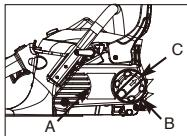

Fig. 3B
3. Losn knappen (C) lidt, ved at dreje den mod uret, og drej derefter kædespændingsringen (B) mod uret for at løsne kædespændingen (Fig.3B).
4. For at fjerne tandhjulsafdækningen (A), skal du dreje knappen (B) mod uret. (Fig.3B)